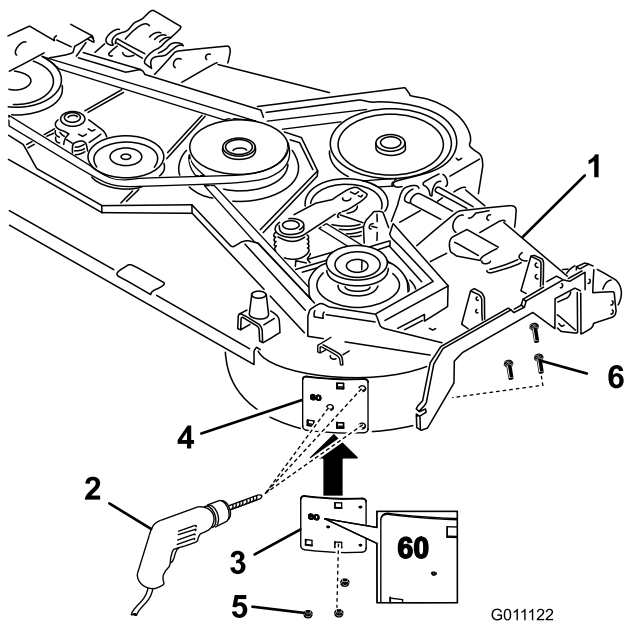

Bild 5
1. Befestigen Sie die Metallschablone (auf der die Zahl 60 steht) mit den vorher entfernten Schlossschrauben und Muttern in den vorhandenen Löchern im Mähwerk (Bild 5).
2. Stechen Sie die neuen Mähwerklöcher mit den drei Löchern in der Schablone aus (Bild 5).
3. Entfernen Sie die Metallschablone und bohren mit einem scharfen Bohrer drei Testlöcher (mit einem Durchmesser von 0,3 cm) (Bild 5).
4. Bohren Sie drei Löcher in die Testlöcher (Durchmesser 13/32") mit einem scharfen Bohrer (Bild 5).